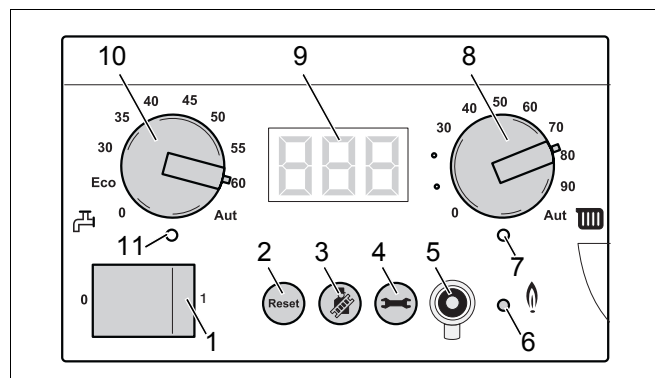

Fig. 123 Controler de bază BC10
- Porniți instalația de încălzire cu comutatorul de funcționare a controlerului de bază Logamatic BC10 (Fig. 123, **Poz. 1**).